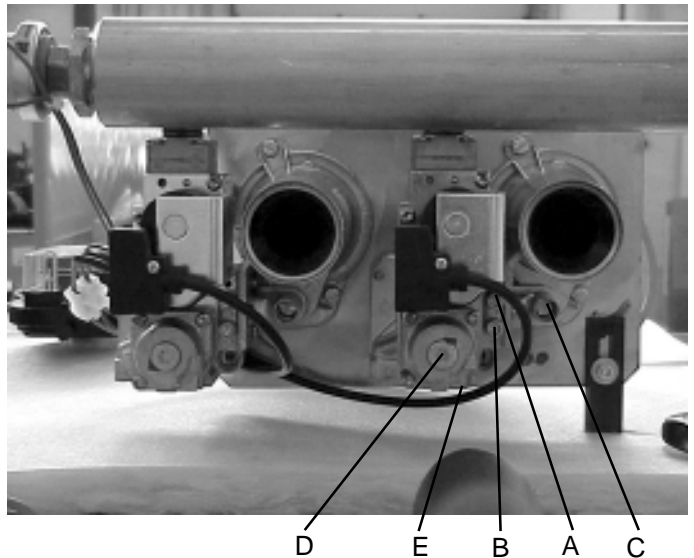

Abb. 5-1
3. Befestigen Sie die mitgelieferten Druckmeßnippel am Gasventil (Gewindeposition E, Abb. 5-1) und am Anschlußadapter (Gewindebohrung Vorgesehen). Die flexible Luftzuleitung wird bis an den Druckmeßnippel auf das Anschlußrohrstück aufgeschoben.
Am Honeywell-Mehrfachstellgerät befinden sich zwei Meßnippel zur Messung des Gaseingangs- A und Gasausgangsdruckes B (Abb. 5-1).
Kontrollieren Sie den CO₂-Gehalt des Abgases. Er muß zwischen 8,5 und 9,0 Vol.-% (trocken) betragen. Korrigieren Sie den CO₂-Wert ggf. durch Drehen der Drosselschraube C am Venturi (Abb. 5.1).